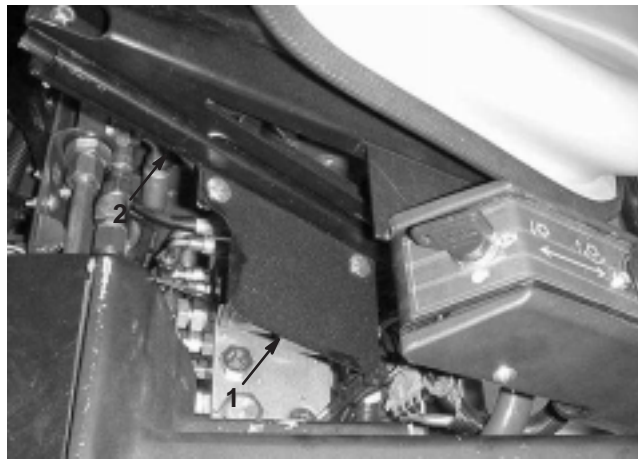

Figura 5
7. Montate la piastra della valvola a destra della base del sedile, utilizzando due bulloni a testa tonda di 5/16" x 5/8" di lunghezza, e dadi. Collocate la protezione come illustrato nella Figura 5.